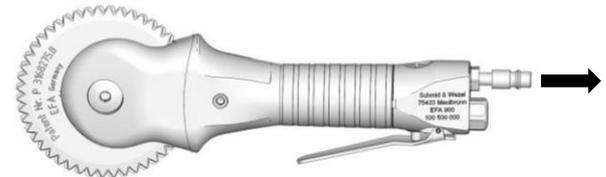

Fig. 8.1 – Desconexión del sistema de aire comprimido
**EFA 620** (véase fig. 8.1, 2, 3, 4 y 5)
- 2) Utilice una llave Allen "SW 6" para aflojar el perno de sujeción (1) y retírelo junto con la arandela de seguridad (2).
- 3) Eleve la cubierta de las cuchillas (3).
- 4) Retire con cuidado el par de cuchillas (4), límpielas con agua tibia y, a continuación, lubrique el interior con aceite sin ácido de baja viscosidad (5).
- 5) Limpie la carcasa (6) y la cubierta de las cuchillas (3).